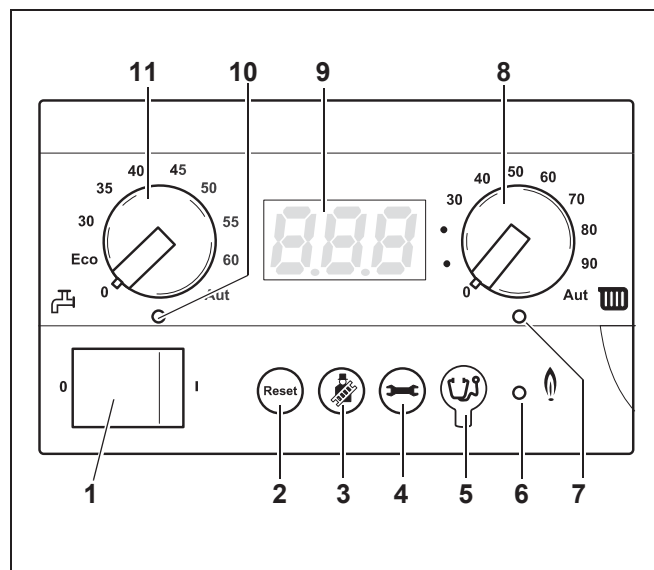

Рис.7 Главный регулятор BC10
- Включить пусковой выключатель (рис. 7, **поз. 1**) на BC10 (положение "1").
- Нажать кнопку "Индикация состояния" (рис. 7, **поз. 4**), пока на дисплее не появится показатель давления в системе ("P1.Б") (рис. 7, **поз. 9**). См. также 5.1.1, "Меню Режим нормальной работы", стр. 16.